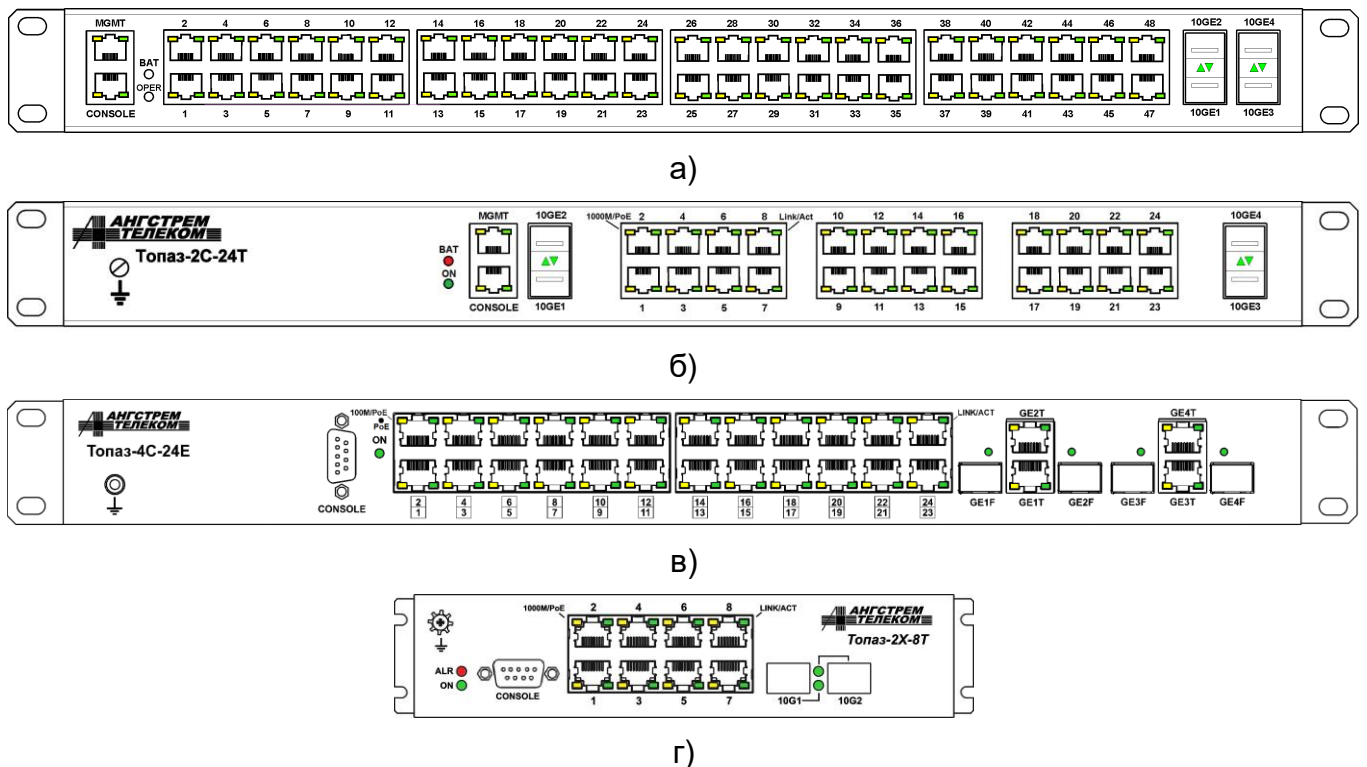

Рисунок 2.1 – Внешний вид коммутаторов: а) Топаз-4Х-48Т, б) Топаз-2С-24Т, в) Топаз-4С-24Е, г) Топаз-2Х-8Т
- металлический корпус IP30 для установки в стандартную 19-дюймовую стойку Евромеханика, рисунок 2.1;